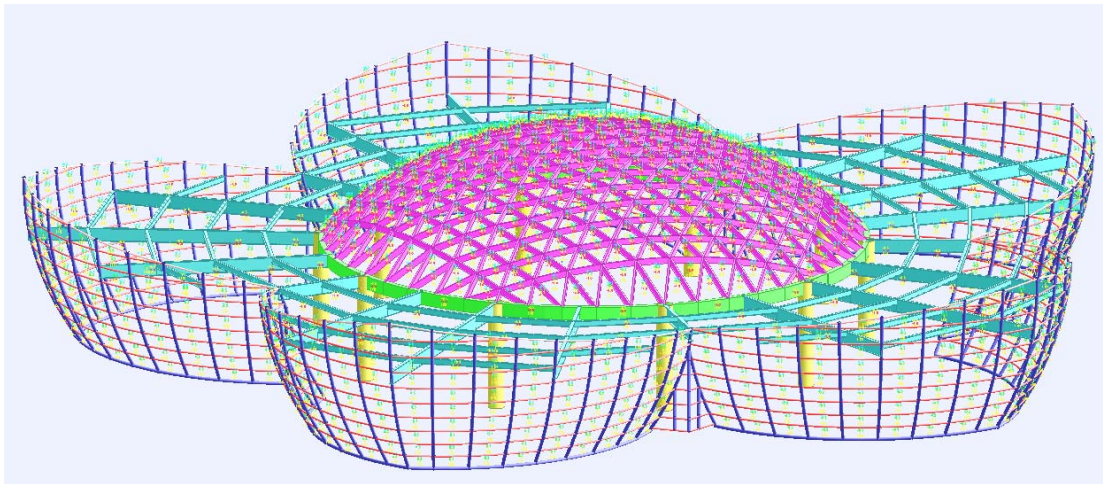

图 10. 模型荷载
7. 如图 10 所示，加载网格荷载，首先加载在穹顶，在图层中只显示穹顶，然后用平面加载网格命令，然后用 `ch` 命令修改网格参数，过滤选择网格荷载，把厚度设为 0.012 米，材料选择普通玻璃。然后使用网格加载命令，恒载设置为-1，活载为-0.5。再使用风荷载网格命令，设置好左右分和体型系数，以及垂直面和水平方向的风荷载。